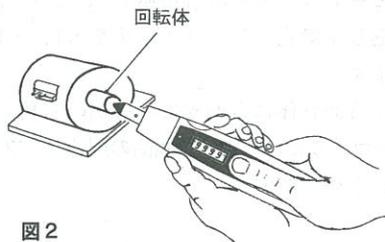

図2
- ・図2のように接触子を回転体の軸の中心に接触面に対し直角に押し当て測定スイッチを押しますと、回転確認表示LEDが点灯して1分間の回転数が表示されます。